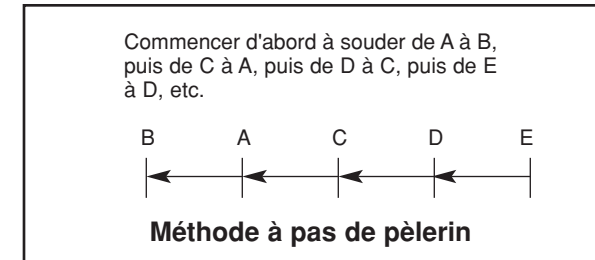

FIGURE B.18
3. Quand on soude des tôles de 16 d'épaisseur (1,5 mm) et moins, un échauffement peut provoquer un gauchissement et un trou. La façon d'éliminer ces problèmes est d'utiliser la méthode dite à pas de pèlerin illustrée à la figure B.18.